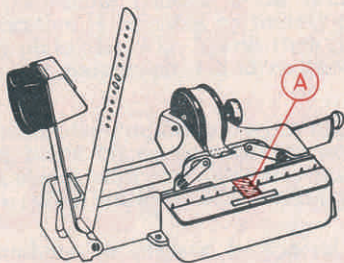

Fig. 1
Fig. 1: Il nastro adesivo (A) — 34 strati sovrapposti — che vedete applicato sulla matrice è stato messo appositamente. Esso fa sì che i rettangolini di nastro adesivo tranciati dai punzoni rimangano sotto la matrice e non tornino su appiccicandosi al film.
Fig. 1: The adhesive tape (A) — 34 superimposed layers — which you see applied to the matrix has been applied intentionally. It insures that the small rectangles of adhesive tape cut off by the punches remain under the matrix and do not turn over and stick to the film:
Fig. 1: La bande de ruban adhésif (A) — 34 couches superposées — que l'on voit appliquée sur la matrice a été mise exprès. Ce qui fait que les rectangles de ruban adhésif découpés par les poinçons restent sous la matrice et ne s'attachent pas au film:
Fig. 1: Der Klebstreifen (A) — 34 Lagen — auf der Führungsbahn ist absichtlich dort angebracht: Er verhindert dass die von den Lochstempeln ausgestanzten Klebstreifen-Stückchen am Film haften bleiben: